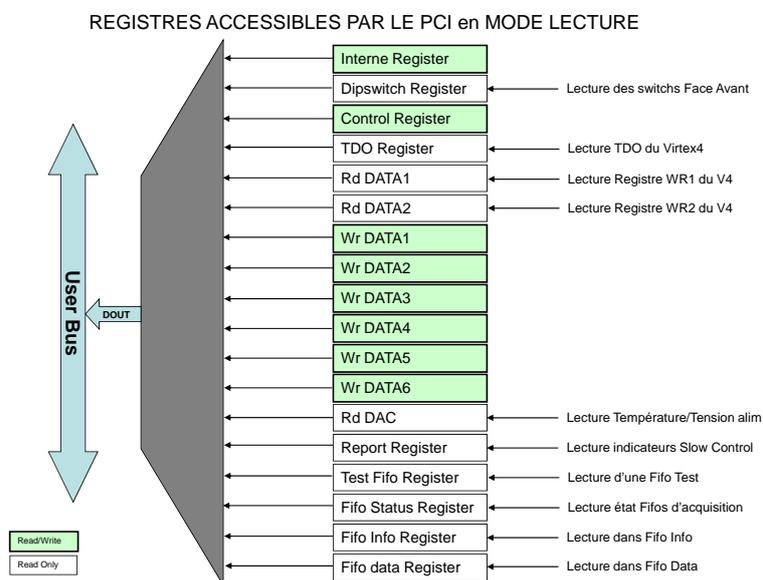

FIG. 7 – Registres en mode lecture
**N.B.** : Pour chaque carte (kit et mini-modules), il existe 3 types de Reset que l'on peut appliquer en fonction des bits du Control Register (*cf. fig. 7*). Chaque type applique un Reset bien précis sur la cible. Le Reset dit « P ou Périphérique » occasionne uniquement un reset de la partie VHDL de la cible. Le Reset dit « S ou Soft » occasionne un reset simple de la partie processeur de la cible contrairement au Reset « H ou Hard » qui lui aussi resete le processeur mais de façon plus brutale, l'équivalent d'un OFF/ON, tout repart de l'état initial.
La figure 7 détaille la liste des registres accessibles en mode lecture par l'utilisateur.